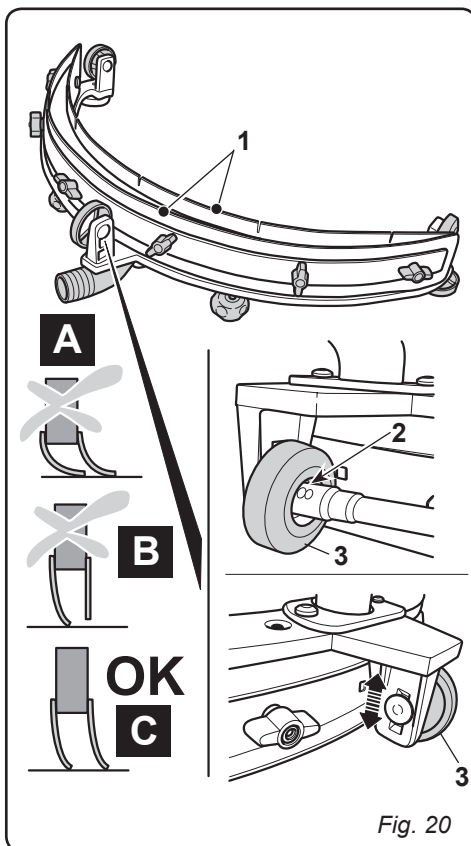

Fig. 20
11.1.g - Réglage incidence suceur (Fig. 20)
- Contrôler l'incidence des raclettes en caoutchouc (1) sur le sol.
11.1.h - Substitution des fusibles (seulement pour la versions CB) (Fig. 20)